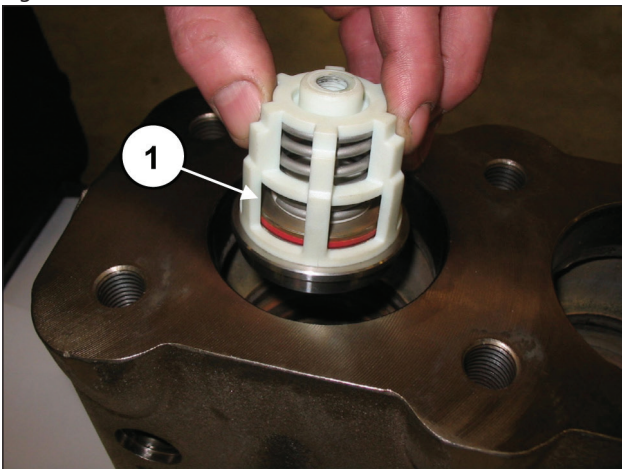
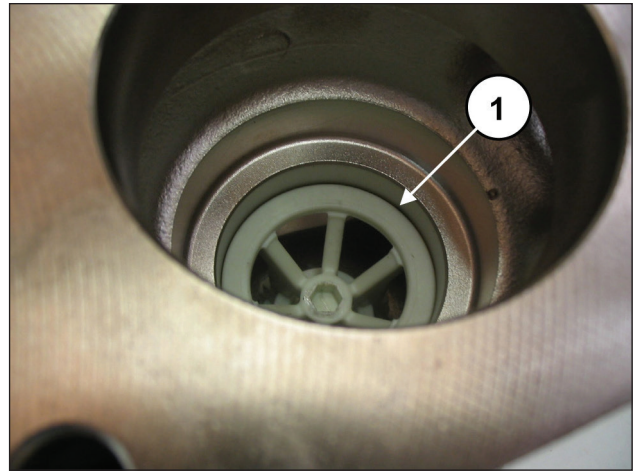

Fig. 104
Fig. 105
Insira o grupo da válvula de aspiração (pos. ①, Fig. 104) e em seguida o distanciador (pos. ①, Fig. 105).
O grupo da válvula completo deve ser inserido completamente até o fundo e apresentar-se como na pos. ①, Fig. 105.